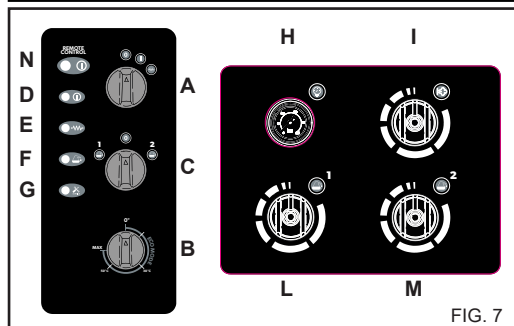

FIG. 7
- 2) Schakel de hogedrukreiniger in en kies met behulp van de keuzeschakelaar C) fig. 7 het te gebruiken product ("1" of "2"). Open de kraan van het betreffende reinigingsproduct, ref. L) voor het product "1" of ref. M) voor het product "2" (fig. 7), door de knop tegen de wijzers van de klok te draaien. Besproei het te reinigen oppervlak, met een beweging van onder naar boven toe. Laat het product enkele minuten werken.
- 3) Zet de keuzeschakelaar van het reinigingsproduct C) fig. 7 in de stand "0". Sluit de doseerkranen door de knop in wijzerzin te draaien.